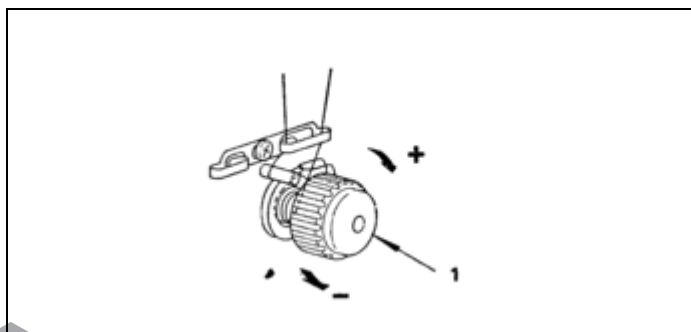

Fig. 18
13. AJUSTE DA TENSÃO DO FIO NA AGULHA (Fig. 18)
Regule a tensão do fio na agulha com o botão regulador de tensão 1 (fig. 18).